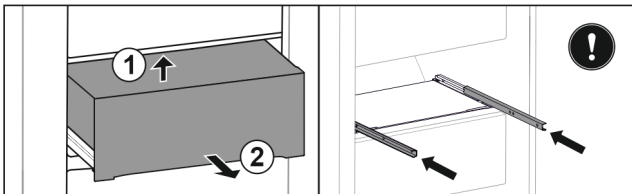

Fig. 99
- ▶ Приподнимите выдвижной ящик сзади снизу. Fig. 99 (1)
- ▶ Извлеките выдвижной ящик движением вперед. Fig. 99 (2)